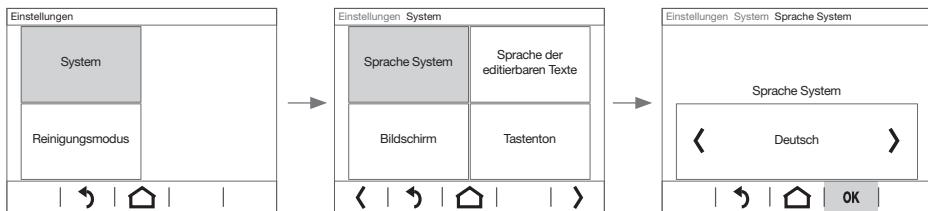

Bild 5: Beispiel Einstellung der Systemsprache
Die Anzeige wechselt zu einer weiteren Seite, auf der nochmals auszuwählen ist, oder direkt zur Einstellung des Parameters (Bild 5).
- Mit **-/+** den Parameterwert verringern/erhöhen, mit **> / <** nach einem vorgegebenen Wert blättern (Bild 5) oder mit **EIN** / **AUS** den Parameter aktivieren/deaktivieren (Tabelle 1).